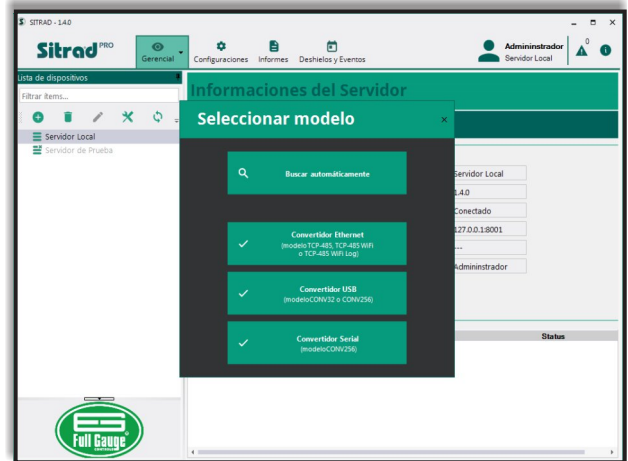

Figura 26
Paso 2: En la ventana **Seleccionar modelo** (Figura 26), el convertidor puede ser adicionado manualmente, haciendo clic en **Convertor Ethernet**, si no está disponible en el momento. Para instalar un convertidor debidamente conectado a la red del servidor, haga clic en **Buscar automáticamente**.